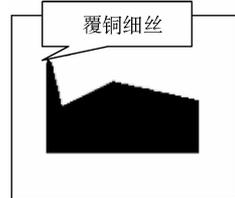

图 15-25 “覆铜细丝”问题
(2) 分析检查“覆铜细丝”问题,就是检查那些在生产过程中容易脱落的细而窄的铜箔区域,如图 15-25 所示。